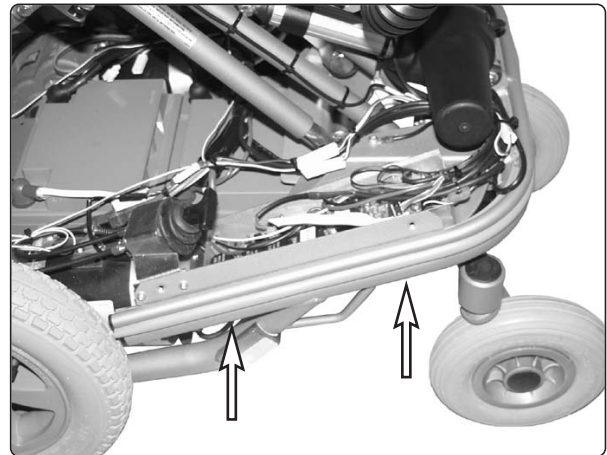

Abb. 46. Das Gehäuse mit SLS-Treiberstufe und Platine ist von unten mit zwei Schrauben befestigt.
6. Entfernen Sie das Gehäuse mit der SLS-Treiberstufe und der Platine. Es ist von unten mit zwei Schrauben befestigt, siehe Abb. 46.